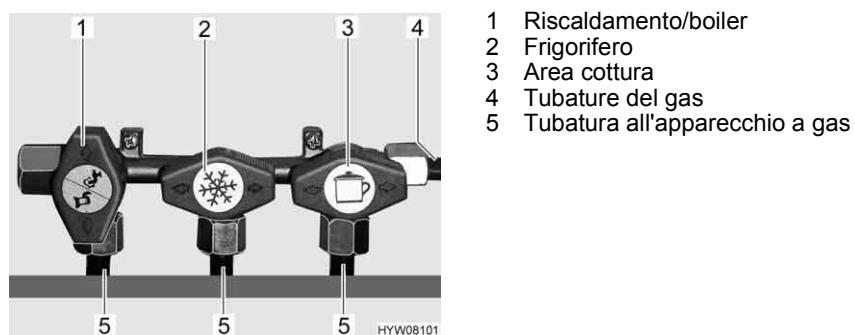

Fig. 82 Simboli dei rubinetti di arresto del gas
Nel veicolo, tutti gli apparecchi del gas sono dotati di un rubinetto di arresto del gas (Fig. 82).
- Posizionare il rubinetto di arresto del gas dell'apparecchio a gas corrispondente parallelamente (Fig. 82,1) alla tubatura (Fig. 82,5) che alimenta l'apparecchio a gas.
- Posizionare il rubinetto di arresto del gas dell'apparecchio a gas corrispondente trasversalmente (Fig. 82,2 e 3) alla tubatura (Fig. 82,5) che alimenta l'apparecchio a gas.